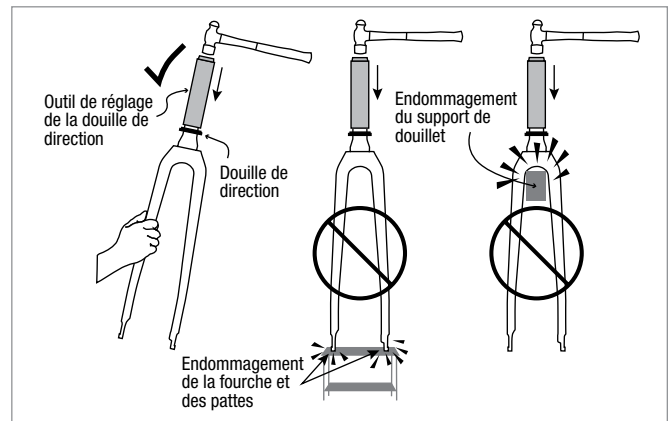
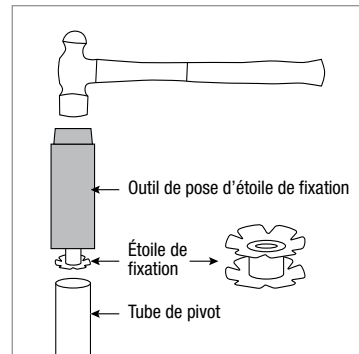

Figure 1
Figure 7
▲ AVERTISSEMENT : Ne pas placer la fourche sur les extrémités des pattes ni soutenir la fourche dans la partie douille lors du montage de la douille de direction, au risque d'endommager la fourche (Fig. 1).
- A. Tenez la fourche d'une main (Fig. 1) et posez un nouvelle étoile de fixation à l'aide d'un outil de pose d'écrou et d'un marteau (Fig. 7).